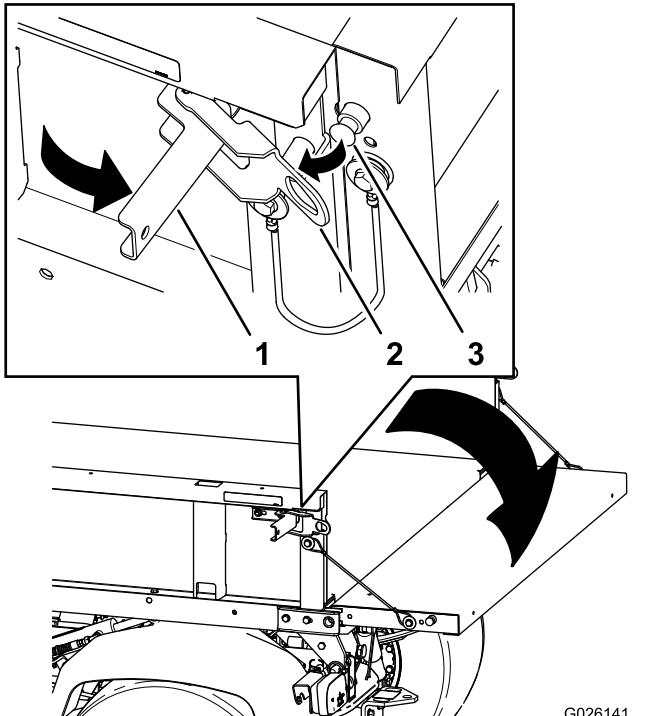

Figura 22
2. Abra los enganches de los lados izquierdo y derecho de la plataforma de carga y baje el portón trasero (Figura 22).